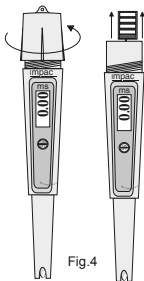

Fig.4
1. Retire a suporta da bateria (Fig.4).
Quando o mostrador começar a falhar É sinal de bateria fraca. Retire a suporta da bateria (Fig.4) e substitua as baterias antigas por outras novas do mesmo tipo